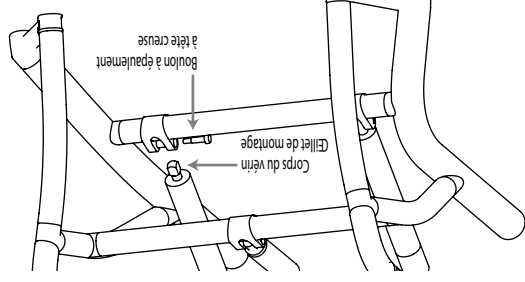

Figure 17.38
- Pour enlever l'extrémité du vérin, desserrez et retirez le boulon à épaulement à tête creuse montant le vérin au châssis inférieur, comme indiqué à la figure 17.38. Tournez le corps et la tige du vérin pour éloigner l'embout de l'activateur du vérin de la tige (tournez dans le sens horaire avec l'extrémité de la tige du vérin vers vous).